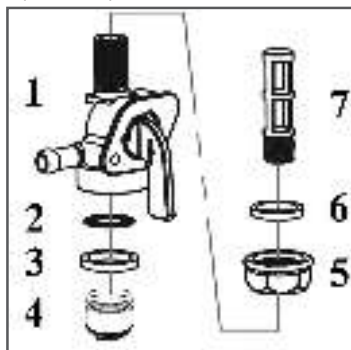

Рис. 24 Устройство топливного крана
Устройство топливного крана показано на Рис. 24.
2. Открутите контргайку 5 на 1-2 оборота (Рис. 24).
4. Открутите стакан отстойника 4 и слейте из него бензин в подготовленную для этого емкость (Рис. 24).
- чатый фильтр 2 (Рис. 24).
- Выкрутите из корпуса топливного крана сетчатый фильтр 7 (Рис. 24).
1. Слейте топливо из топливного бака и карбюратора (Рис. 24).